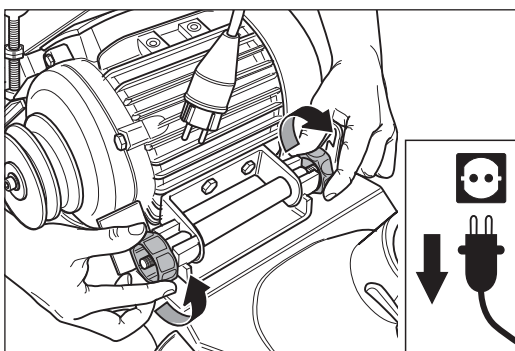

Abb. 40 Die beiden Motormuttern lösen.
- 4 Lösen Sie die beiden Motormuttern an der Motoraufhängung (Abb. 40).